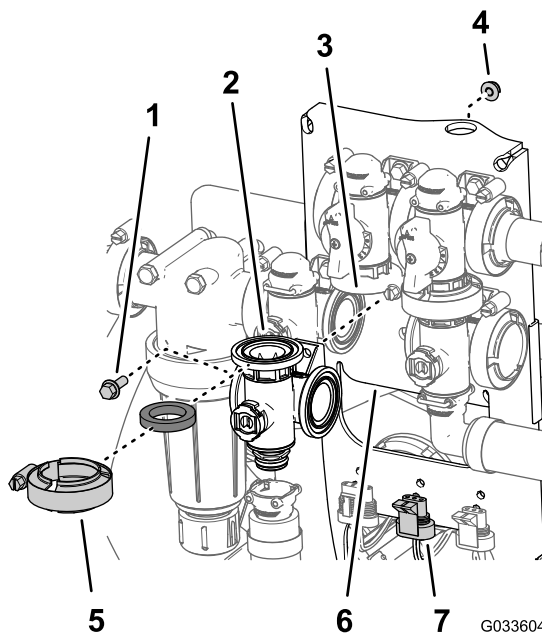

Figura 127
- Alinee la brida del distribuidor de la válvula de agitación, una junta y la brida del la válvula de desvío de agitación (Figura 127).
9. Monte la válvula de agitación en el soporte de la válvula con el perno con arandela prensada y la contratuerca con arandela prensada (Figura 127) que retiró en el paso 3 de Retirada del distribuidor de agitación (página 83), y apriete el perno y la tuerca a 10–12 N·m (90–110 pulgadas-libra).